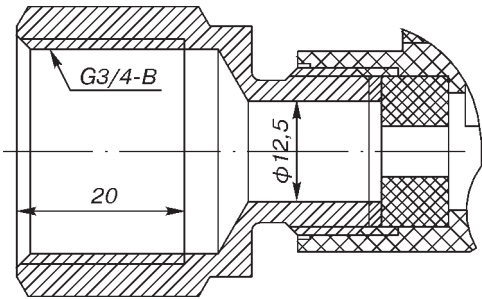

Рис.8.
** Исполнение со штуцером кабельного ввода с внутренней цилиндрической резьбой G3/4" (см.рис.8).
Кабельный ввод с внутренней цилиндрической резьбой G3/4 (рис.8)